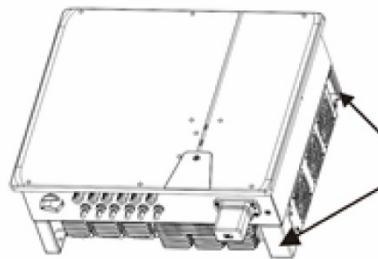

Fig. 3.2 : Position de soulèvement (côté droit)
- 1 Soulever l'appareil par ses poignées (Fig. 3.2). Tenir compte de son centre de gravité.